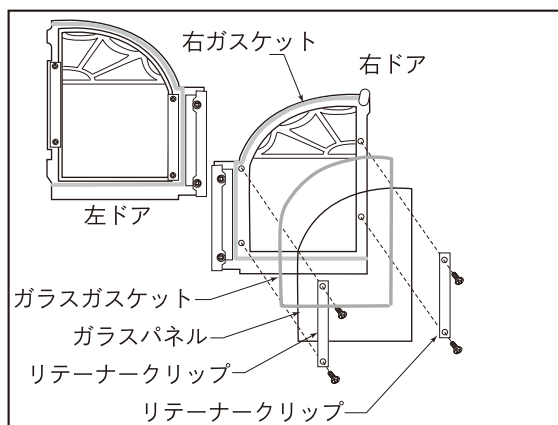

図 23 ガラスアッセンブリーの分解図
2. 両ドアのガラスを留めクリップで押さえ、すべてのネジを締めます。(図 23)